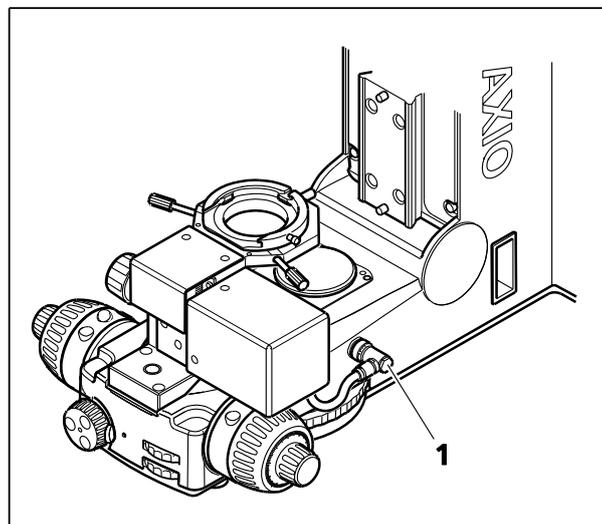

图 3-43 连接电动聚光镜托架
- 组装后，将聚光镜托架控制电缆 (图 3-43/1) 连接到显微镜下部。